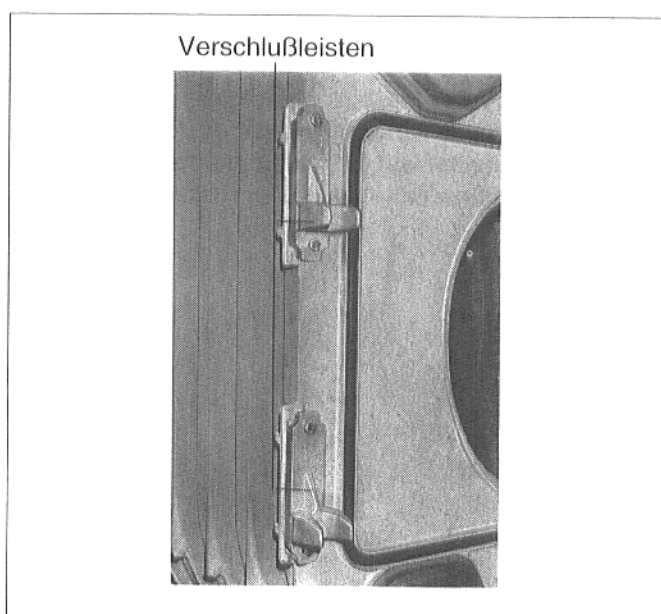

Abb. 29
- **Verschußleisten** mit Auflaufschräge für die Brennertür auf der linken Seite des Vordergliedes (Abb. 29) mit Maschinenschrauben je 2 x M 12 x 55 montieren. Der lange Schenkel der Verschußleiste muß nach oben zeigen.